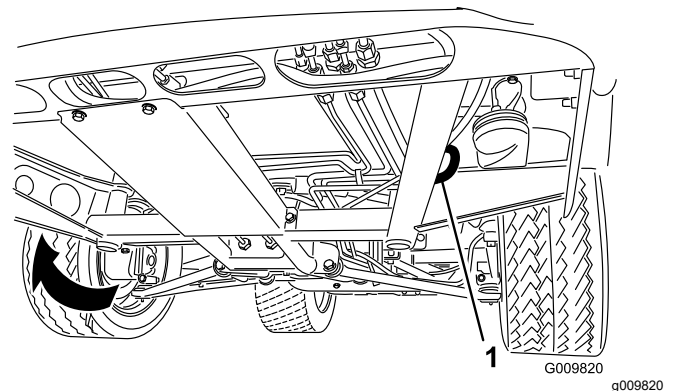
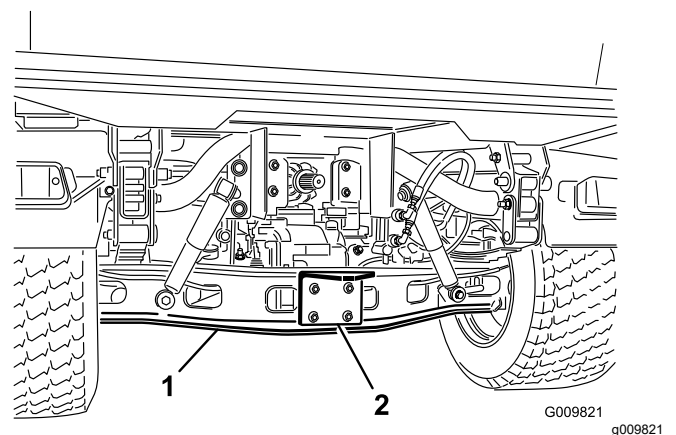

Figure 17
Figure 18
L'emplacement des points d'arrimage sur la machine est indiqué à la Figure 17 et la Figure 18.
1. Accrochez un câble de remorquage à la flèche d'attelage à l'avant du cadre de la machine (Figure 17).